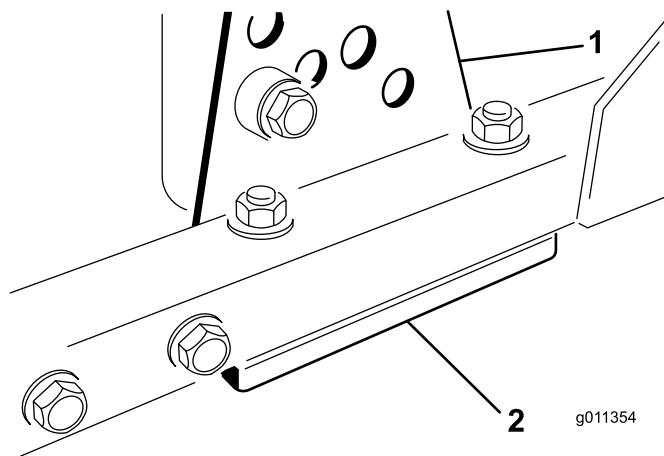

図 67
1. 刈り高ブラケット前、左、右のうち1つをデッキのフレームから外す図 67。
2. デッキフレームとブラケットとの間に厚さ 1.5mm または 0.7mm のシム、場合によってはこれらの両方を挿入して、希望する刈高を達成する図 67。